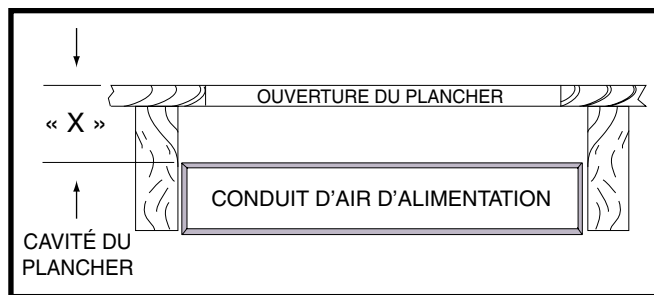

Figure 9. Cavité du plancher
4. Mesurez la distance entre le dessus du plancher et le dessus du conduit d'alimentation en air pour obtenir la profondeur de la cavité du plancher. **REMARQUE :** La profondeur de la cavité du plancher montrée en « X » dans la Figure 9 (page 7) déterminera le raccord de conduit qui convient.